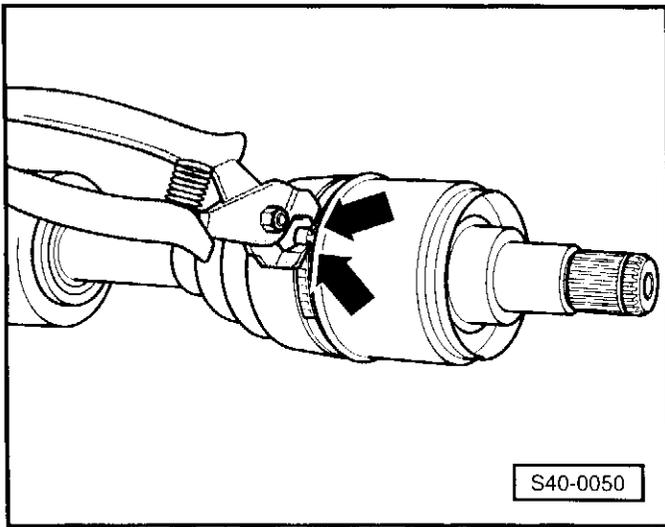

Рис. 4 Подтягивание стяжного ленточного хомута манжеты
- ◆ затяжка ⇒ рис. 4
- Надев стяжные ленточные хомуты, затянуть их на манжете с помощью клещей ⇒ страница 40-30, рис. 4.